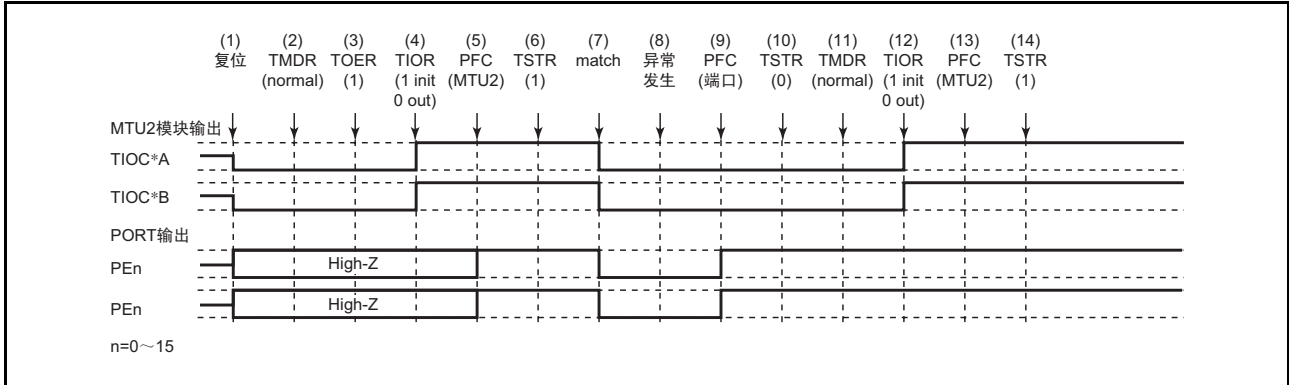

图 12.115 在正常模式中发生异常并且在正常模式中恢复的情况
在正常模式中发生异常并且重新设定后在正常模式中重新开始时的说明如图 12.115 所示。
(1) ~ (10) 和图 12.115 共用。
(11) 设定 PWM 模式 1。
(12) 必须通过 TIOR 对引脚进行初始化（在 PWM 模式 1 中不对 TIOC*B 进行初始化。如果要进行初始化，就必须在正常模式中进行初始化，然后转移到 PWM 模式 1）。
(13) 必须通过通用输入/输出端口设定为此模块的输出。
(14) 通过 TSTR 重新开始。
(11) 设定 PWM 模式 2。
(12) 必须通过 TIOR 对引脚进行初始化（在 PWM 模式 2 中不对周期寄存器的引脚进行初始化。如果要进行初始化，就必须在正常模式中进行初始化，然后转移到 PWM 模式 2）。
(11) 设定相位计数模式。
(12) 必须通过 TIOR 对引脚进行初始化。
(11) 必须通过 TIOR 对正常模式的波形生成部进行初始化。
(12) 必须通过 TIOR 禁止正常模式的波形生成部的运行。
(13) 必须通过 TOER 禁止通道 3 和通道 4 的输出。
(14) 必须通过 TOCR 选择互补 PWM 的输出电平以及允许或者禁止周期输出。
(15) 设定互补 PWM。
(16) 必须通过 TOER 允许通道 3 和通道 4 的输出。
(17) 必须通过通用输入/输出端口设定为此模块的输出。
(18) 通过 TSTR 重新开始。
(1) ~ (13) 和图 12.115 共用。
(14) 必须通过 TOCR 选择复位同步 PWM 的输出电平以及允许或者禁止周期输出。
(15) 设定复位同步 PWM。